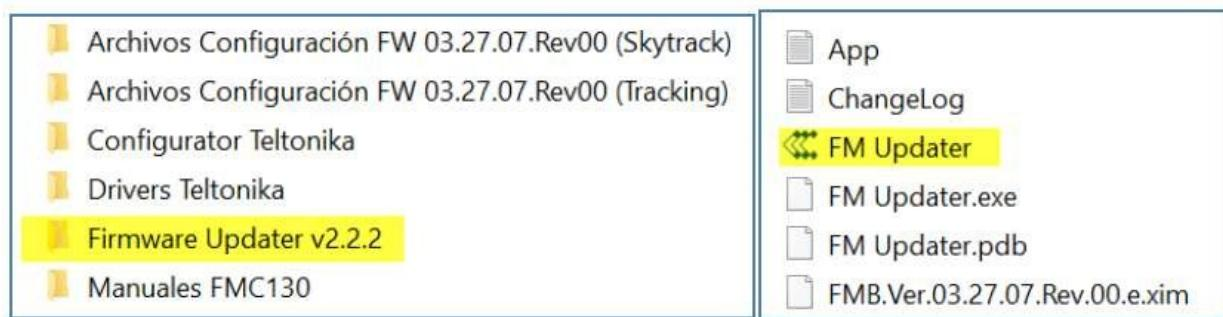

Figura 6. Ubicación e identificación del Software para actualización del Firmware del FMC920
4. Al ejecutar se abrirá la siguiente pantalla, la cual se detalla en la figura 6: